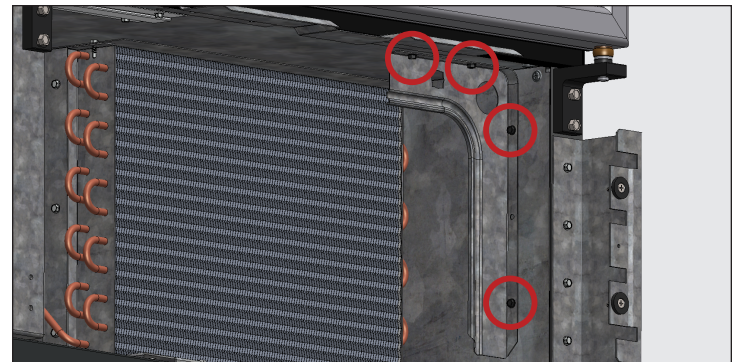

Fig. 6. Ubicación de los tornillos de la escuadra.
6. Retire la escuadra de sujeción del gabinete. Véase la fig. 6.